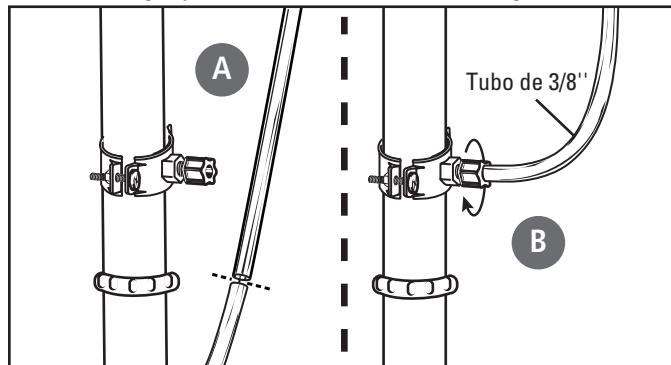

Figura 11
- Si el sistema se instalará debajo del fregadero de la cocina, ubíquelo en la pared trasera o derecha. Asegúrese de dejar un espacio amplio para la instalación (figura 11). Para cambiar los cartuchos de filtro, se necesita un mínimo de 1-1/2" de espacio libre debajo de las carcasa para filtro. También se necesita un espacio libre de al menos 2" desde el lado izquierdo de la unidad o 5" desde el orificio del tornillo del soporte de montaje izquierdo.